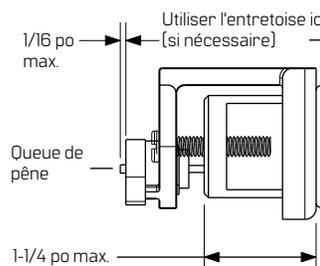

Figure 2 Dimensions max. de l'assemblage du cylindre
- 1.3 Vérifier les dimensions assemblées et procéder aux ajustements nécessaires. Voir la figure 2.